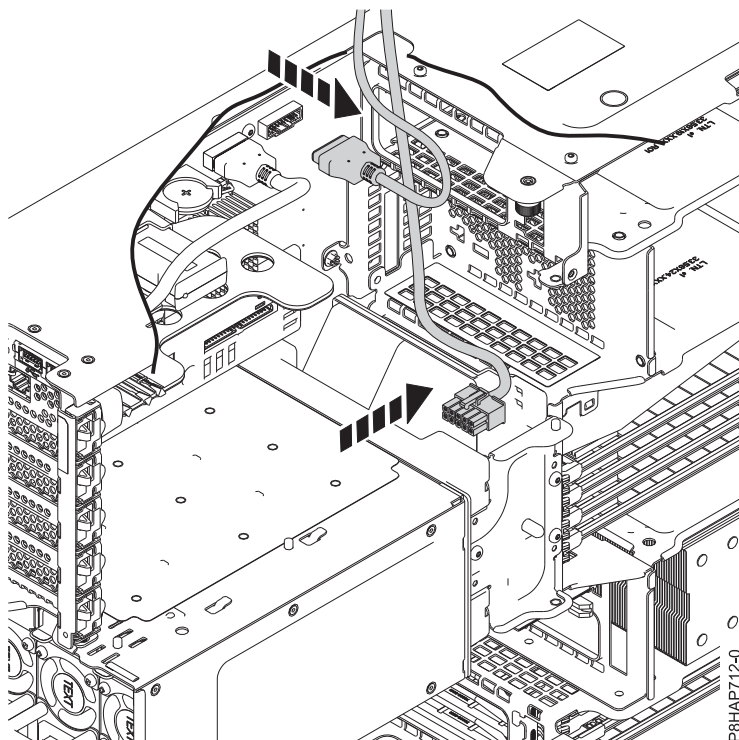

図 67. システム・プレーナーからの 内部 RDX ドッキング・ステーション (FC EUA3) USB ケーブルおよび電源ケーブルの取り外し
5. システム・プレーナーから 内部 RDX ドッキング・ステーション (FC EUA3) 電源ケーブルを取り外します。86 ページの図 67 を参照してください。